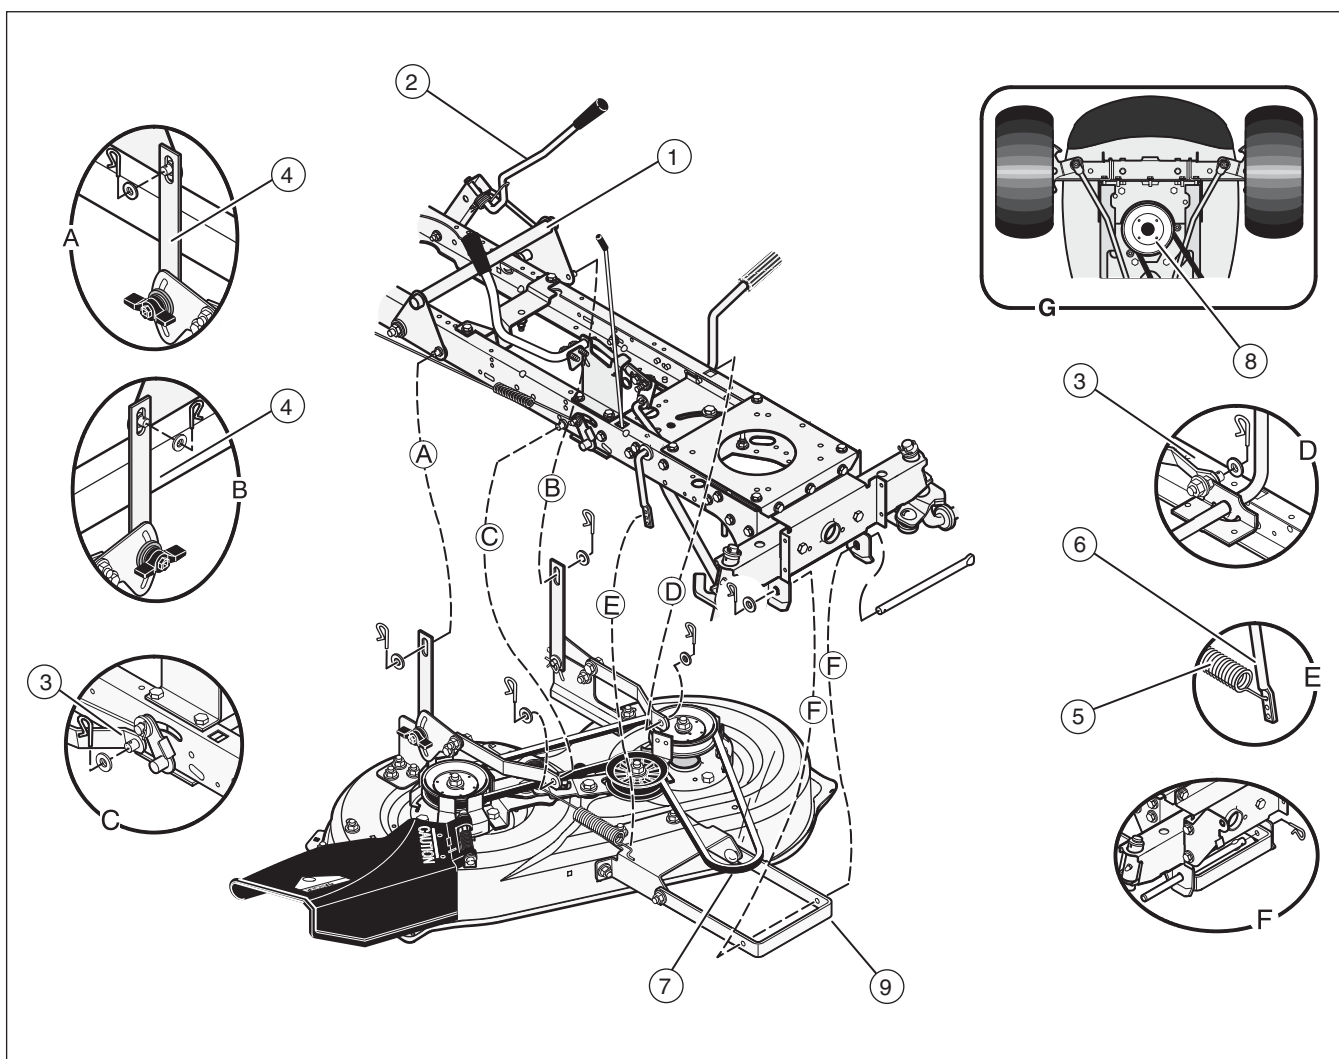

Figure 22
1. Placer la commande de rotation de la lame (1) en position DESENGAGE (Figure 22).
2. Placer le levier de hauteur de coupe (2) à la position de réglage du niveau de coupe.
3. Retirer les goupilles et les rondelles des manettes de réglage (3). Cf. illustrations "C" et "D".
4. Retirer les goupilles et les rondelles des attaches à la suspension (4). Cf. illustrations "A" et "B".
5. Débrancher le ressort de traction (5) de la tringle de commande de la lame (6). Cf. l'illustration "E".
6. Débrancher la suspension avant (9) du support de l'axe. Cf. l'illustration "F".
7. Retirer la courroie motrice (7) de la poulie accessoire (8).